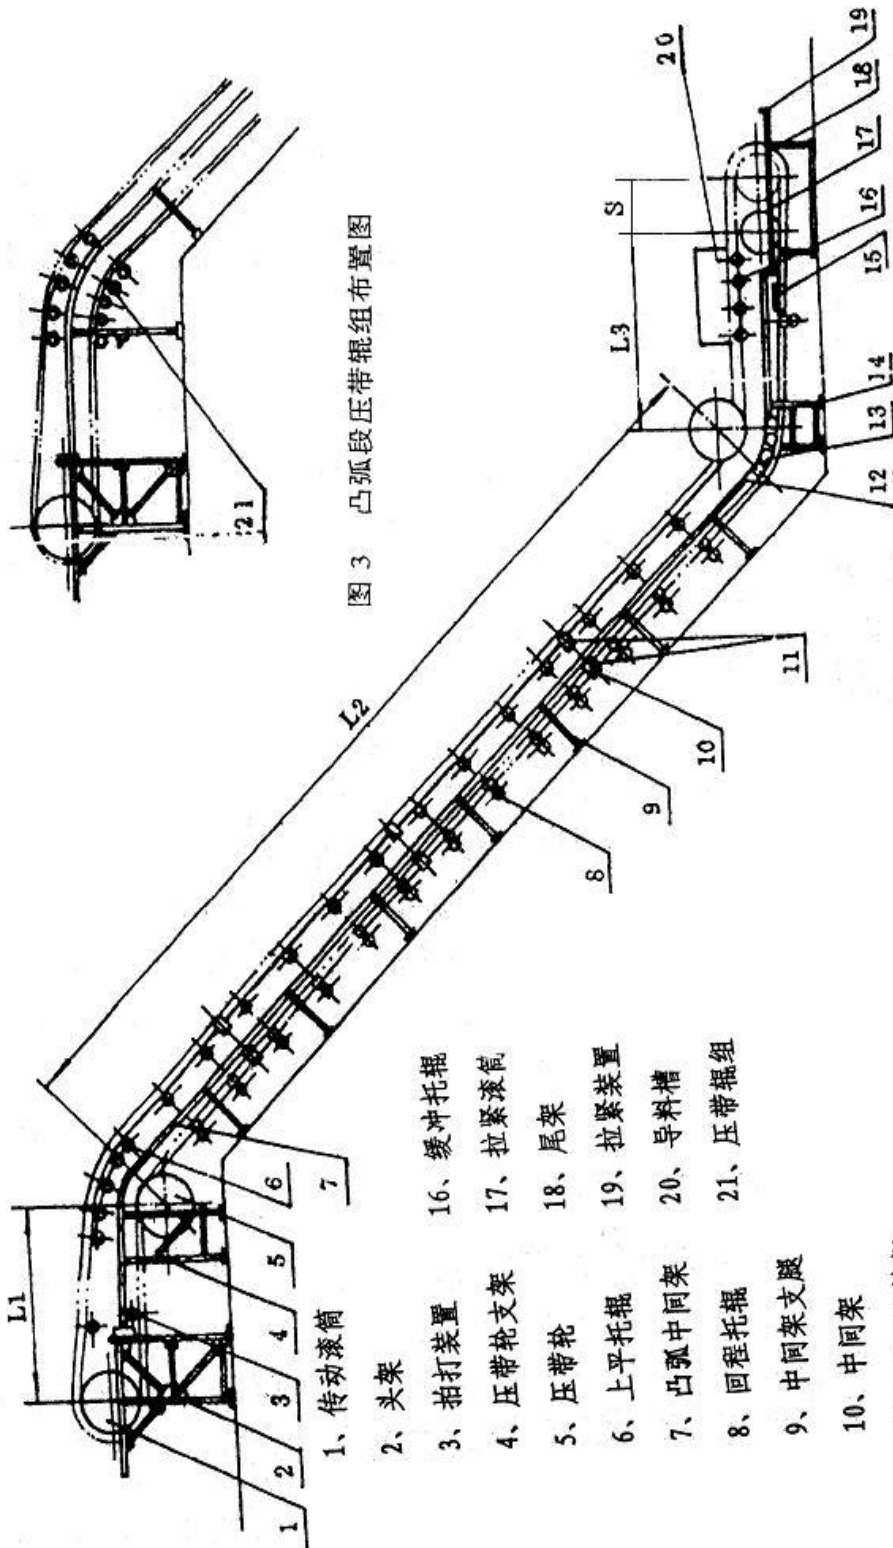

图3 凸弧段压带辊组布置图
1、波形挡边输送带：波形挡边输送带由基带 1、波形挡边 2 和横隔板 3 构成（如图 3）输送带一般以环形带供货，安装时直接套装，不在现场接头。
①基带：本系列挡边带和基带采用棉帆布或聚脂材料为带芯，并根据不同机型需要分别采用不同横向刚性的基带。帆布径向扯断度为 56N/mm 层。